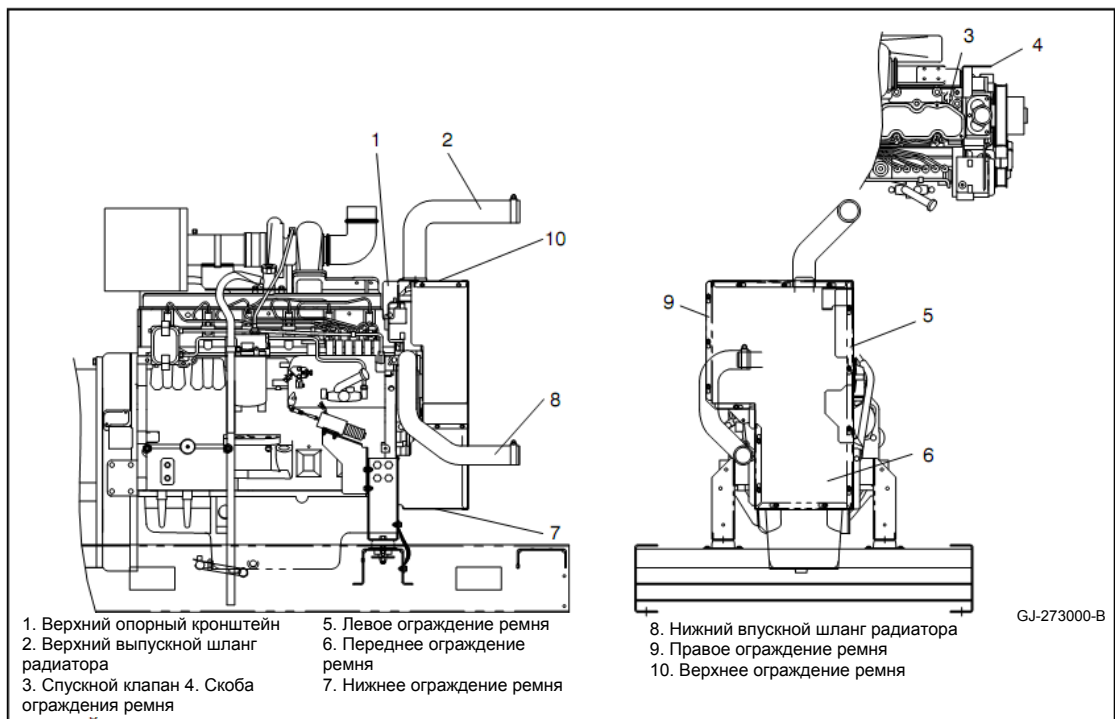

Рисунок 4-11 Монтажный комплект удаленного радиатора, стандартный
- Для облегчения установки используйте монтажный комплект удаленного радиатора. См. Рисунок 4-11.